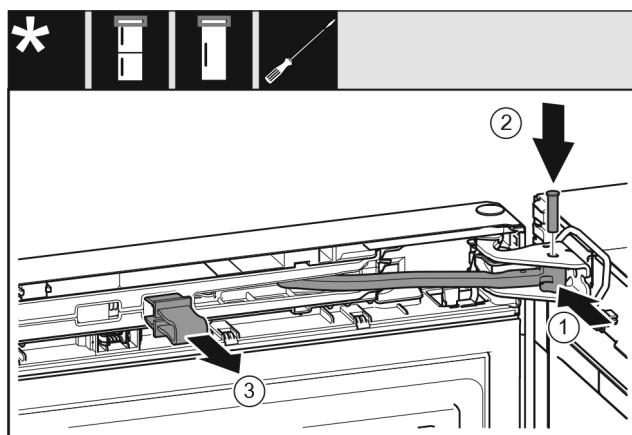

Fig. 26
- ▶ Okrenite zglob u podlošku ležaja. Fig. 26 (1)
- ▶ Umetnite svornjak u podložak ležaja i zglob. Pritom pazite da ispuštenje za blokiranje ispravno dosjedne u utor. Fig. 26 (2)
- ▶ Skinite osigurač. Fig. 26 (3)